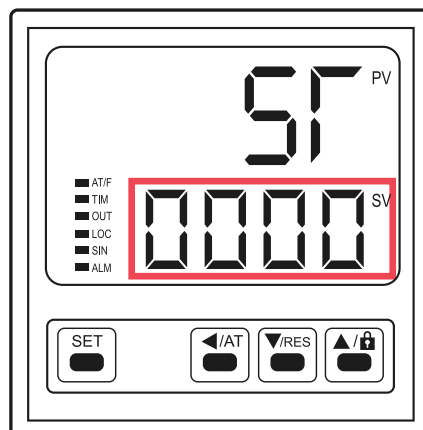

Figura 7. Definir Temporizador
2. Presione 2 veces el botón “**SET**”. Programe el Tiempo deseado utilizando los botones: de desplazamiento (◀), de disminución (▼) y de aumento (▲). Después, oprima “**SET**” para confirmar los parámetros. El temporizador comenzará a funcionar una vez alcanzada la temperatura establecida. (Figura 7).